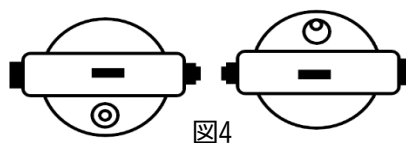

図4
- ・気泡が中央から移動した場合は、円形気泡管を調整する必要があります。(図4の状態)